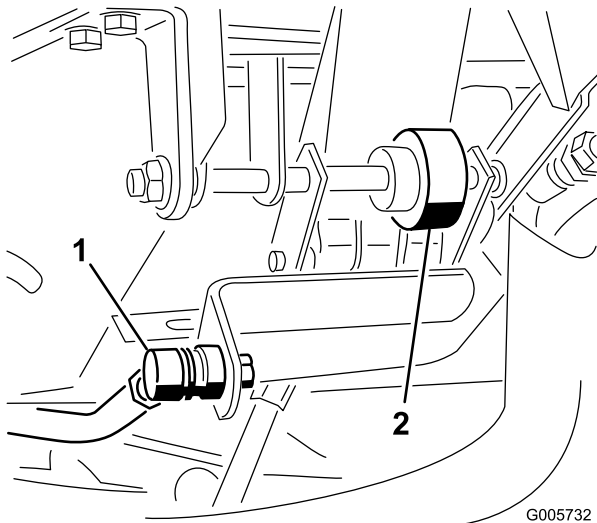

Bild 71
4. Stellen Sie die Steuerstange (Bild 71) ein, bis der Abstand zwischen der Oberkante der Anschlagsschraube des Fahrpedals und des Pedals 3 mm beträgt. Ziehen Sie die Sicherungsmuttern fest.
1. Lösen Sie die zwei Muttern, mit denen die Fahrpedalwelle rechts am Pedal befestigt ist (Bild 71).